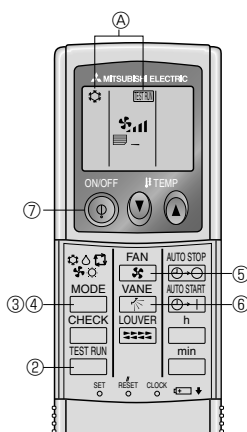

Fig. 7-2
7.2.2. Med trådløs fjernbetjening (Fig. 7-2)